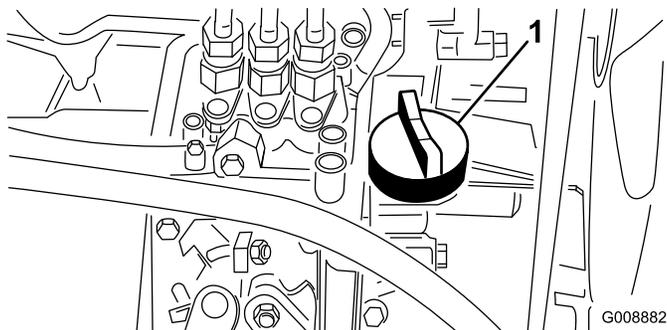

Figure 20
4. Si le niveau est bas, retirez le bouchon de remplissage (Figure 20) et versez progressivement de petites quantités d'huile, en vérifiant fréquemment le niveau, jusqu'à ce que l'huile atteigne le repère maximum sur la jauge.